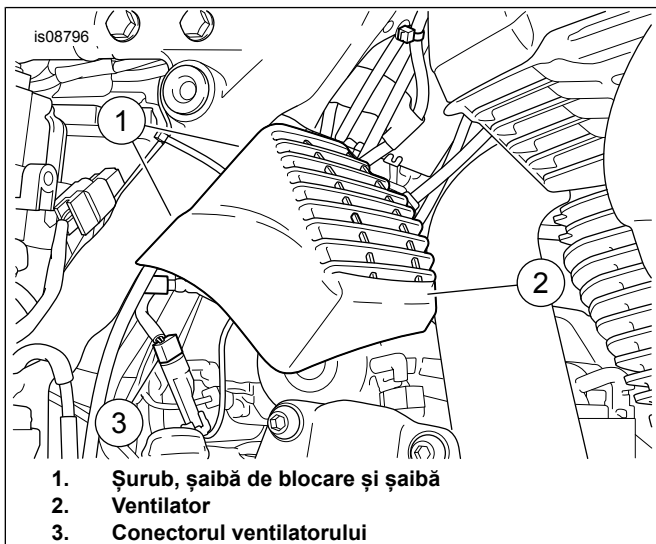

Figura 2. Poziționați ventilatorul
2. A se vedea figura 2.. Poziționați ansamblul ventilatorului. Din interiorul zonei tăvii bateriei, instalați șuruburile (1), șaiba de blocare (2) și șaibele plate (3). Strângeți la: